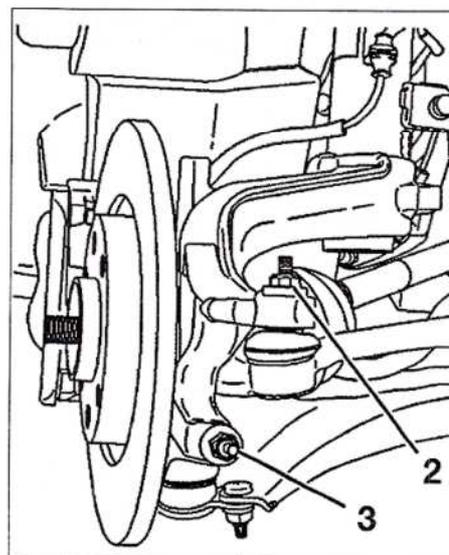

FIG. 2
- Desmontar la tuerca (1).
- Desmontar la tuerca (2) (Fig.2).